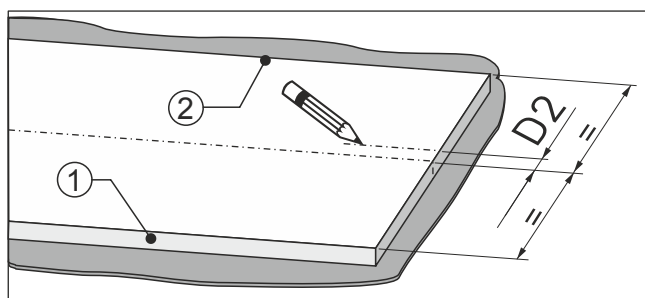

Fig. 91
- Von der Mitte der Möbelfront Maß Fig. 91 (D2) in Richtung Türanschlagseite Fig. 91 (2) abmessen.